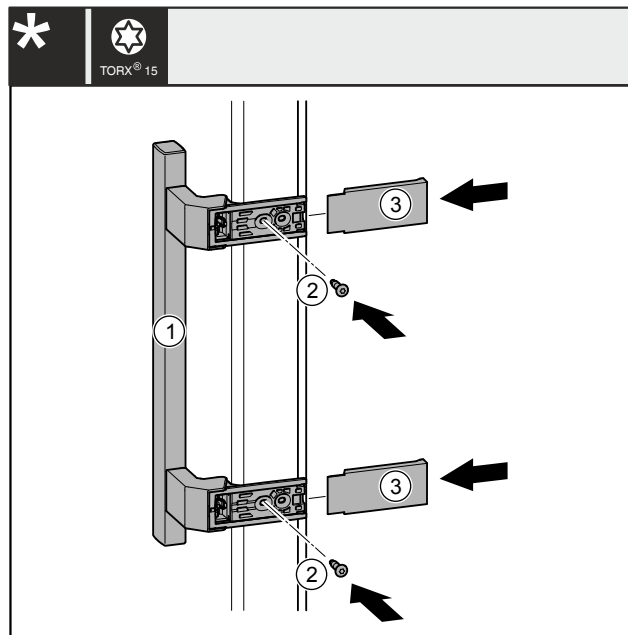

Fig. 36
- ▶ Griff Fig. 36 (1) auf der Gegenseite ansetzen.
- ▶ Schrauben Fig. 36 (2) mit Schraubendreher festschrauben.
- ▶ Abdeckungen Fig. 36 (3) seitlich ansetzen und aufschieben, so dass sie einrasten.